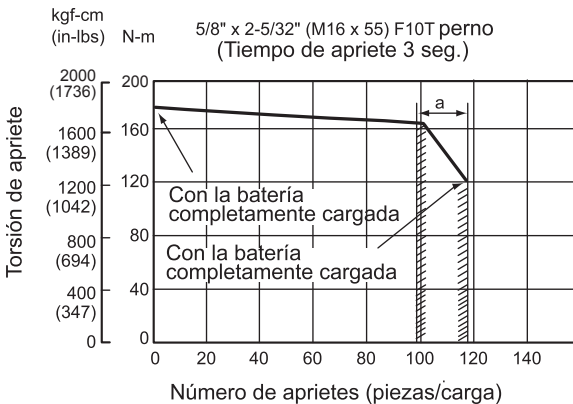

Fig. 18
La torsión de apriete variará de acuerdo con el nivel de carga de la batería. En la Fig. 18 se muestra un ejemplo de la relación entre la torsión de apriete y el número de aprietes. Como indica la figura, la torsión de apriete disminuirá gradualmente a medida que aumente el número de aprietes. En particular, cuando el nivel de la batería se acerque a la descarga completa (margen "a" del gráfico), la fuerza de percusión de la herramienta se debilitará, el número de percusiones disminuirá, y la torsión de apriete caerá rápidamente. Cuando ocurra esto, compruebe la torsión de apriete y, si necesario, recargue la batería.
- g. La torsión de apriete variará de acuerdo con el nivel de carga de la batería. En la Fig. 18 se muestra un ejemplo de la relación entre la torsión de apriete y el número de aprietes. Como indica la figura, la torsión de apriete disminuirá gradualmente a medida que aumente el número de aprietes. En particular, cuando el nivel de la batería se acerque a la descarga completa (margen "a" del gráfico), la fuerza de percusión de la herramienta se debilitará, el número de percusiones disminuirá, y la torsión de apriete caerá rápidamente. Cuando ocurra esto, compruebe la torsión de apriete y, si necesario, recargue la batería.